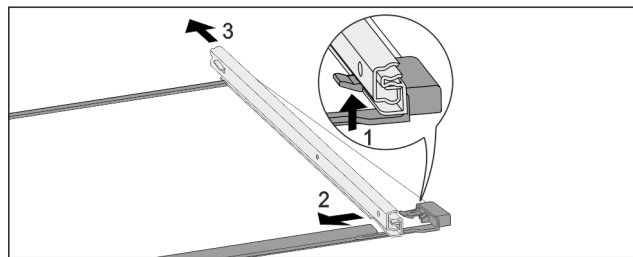

Fig. 81 Steklена plošča z vodili
- ▶ Sprednji zaskočni kaveljček potisnite navzgor. Fig. 81 (1)
- ▶ Izvlečno vodilo potisnite Fig. 81 (2) na stran Fig. 81 (3) in nazaj.